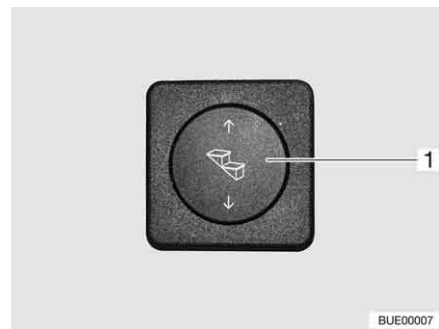

Bild 12 Manöverknapp fotsteg
- Köra ut:** ■ Tryck nedtill på vippknappen (Bild 12,1) och håll den intryckt (minst 3 sekunder) tills fotsteget har körts ut helt.
- Köra in:** ■ Tryck upptill på vippknappen (Bild 12,1) tills fotsteget har körts in helt.